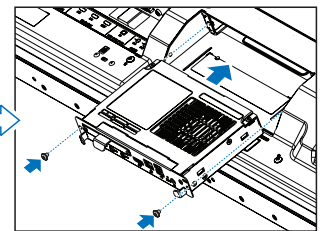

Figura 4
4. Inserte la placa opcional en el monitor y sujétela en su sitio con los tornillos que ha extraído (**Figura 4**). (Fuerza de sujeción recomendada: 139 - 189 N·cm).